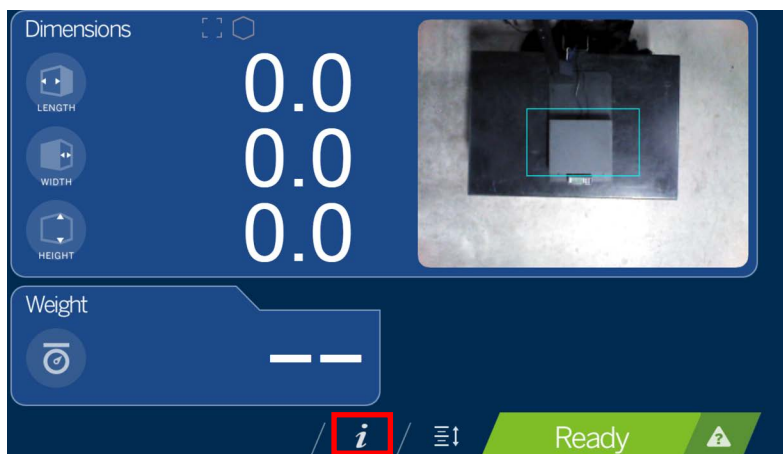

Figura 4-1. Seleccionar información del dispositivo
1. Seleccione la tecla de función **Device Information** (Información del dispositivo)  situada en la parte inferior de la pantalla (Figura 4-1).